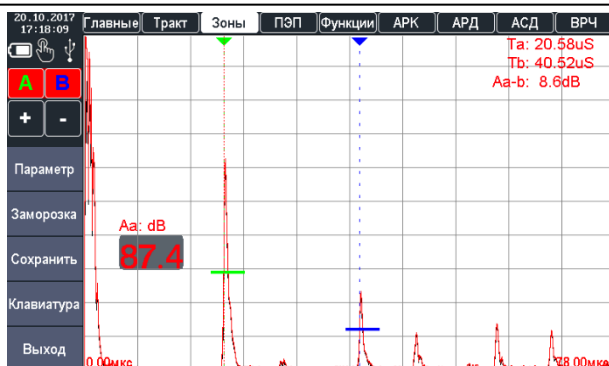

Рисунок 2.37 – Наведение строба В на второй отраженный сигнал
9. Навести строб В на второй отраженный сигнал (рис. 2.37), а также нужно включить отображение значения разницы амплитуд сигналов в зоне А и В – Аа-b.